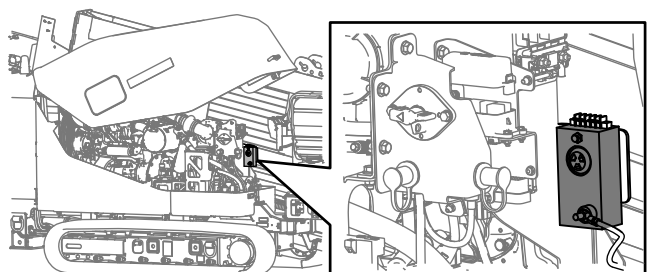
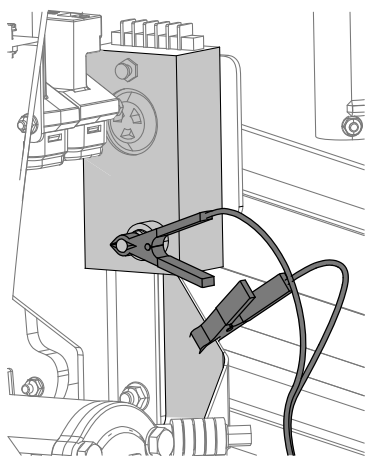

Рисунок 46
Рисунок 47
4. Подсоедините зажим типа «крокодил» с тестера Zap-Alert к штырю заземления на системе Zap-Alert (Рисунок 46 и Рисунок 47).